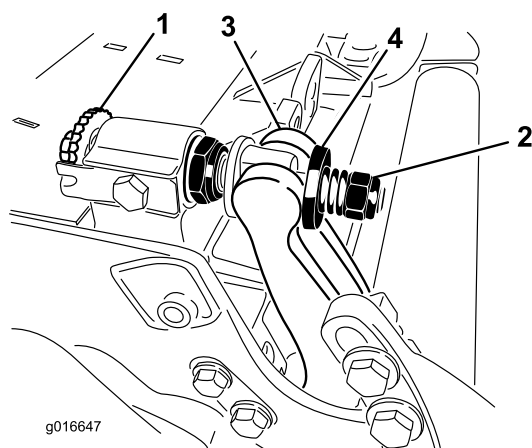

Figura 30
1. Ruotate le viti di regolazione della barra di appoggio in senso antiorario per allontanare la controlama dal cilindro (Figura 30).
2. Allentate il dado di tensione della molla, finché la rondella non sarà più in tensione contro la barra di appoggio (Figura 30).